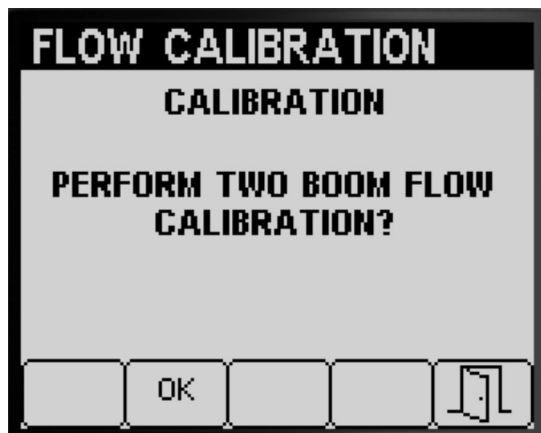

Figura 58
Se avete completato una taratura di 3 sezioni di irrorazione, l'InfoCenter vi invita a eseguire una taratura di 2 sezioni di irrorazione (Figura 58); eseguite una delle azioni seguenti:
- Se non dovete eseguire una taratura di 2 sezioni di irrorazione, premete il pulsante 5 per tornare alla schermata Taratura (Figura 58).